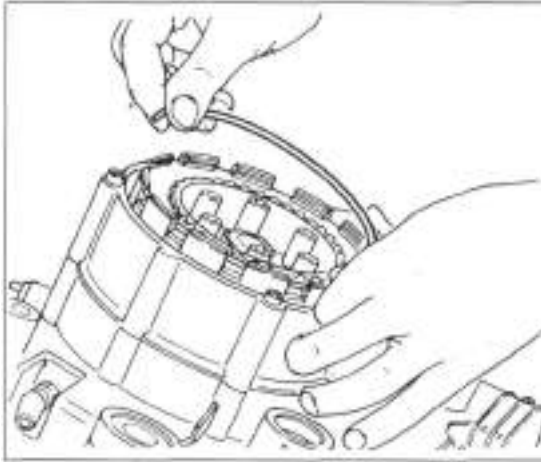

Bild 100
- M 600/750: Mit einem kleinem Schraubendreher die Sicherungsfederring aushebeln (Bild 100) und Kupplungsscheiben entnehmen. Dabei Federring nur soweit eindrücken, wie unbedingt zur Ausbau erforderlich ist und dieser nicht dauerhaft verformt wird.